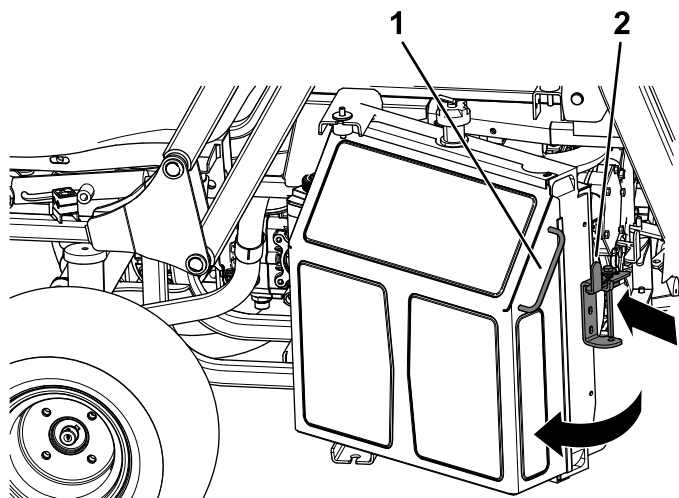

Figura 58
1. Împingeți spre interior, spre radiator, elementul de blocare de pe radiator (Figura 58).
2. Folosind mânerul din partea laterală a radiatorului, rotii radiatorul pentru a accesa motorul (Figura 58).